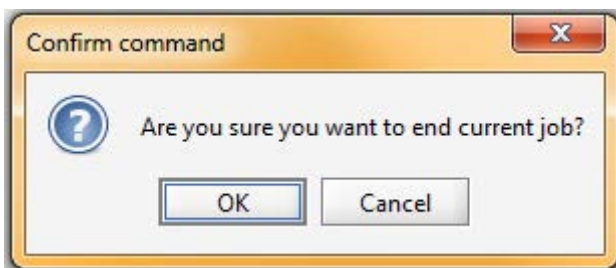

FIG. 21. Avsluta aktuellt jobb
**Avsluta aktuellt jobb** - avslutar ett jobb och lägger till material till användarrapporten. Skärmen kommer att be om bekräftelse. Se FIG. 21.